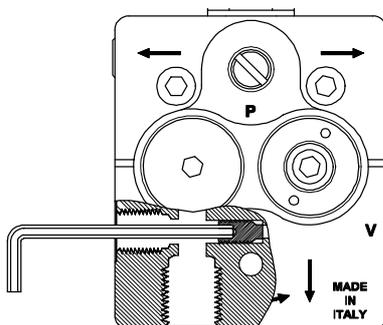

Fig. 3
- Placer le bouchon de dérivation avec une clé Allen de 2,5 mm dans le raccord de vide et la visser fermement (fig. 3).
- Retirer le bouchon de dérivation du raccord de vide avec une clé Allen de 2,5 mm (fig. 3).